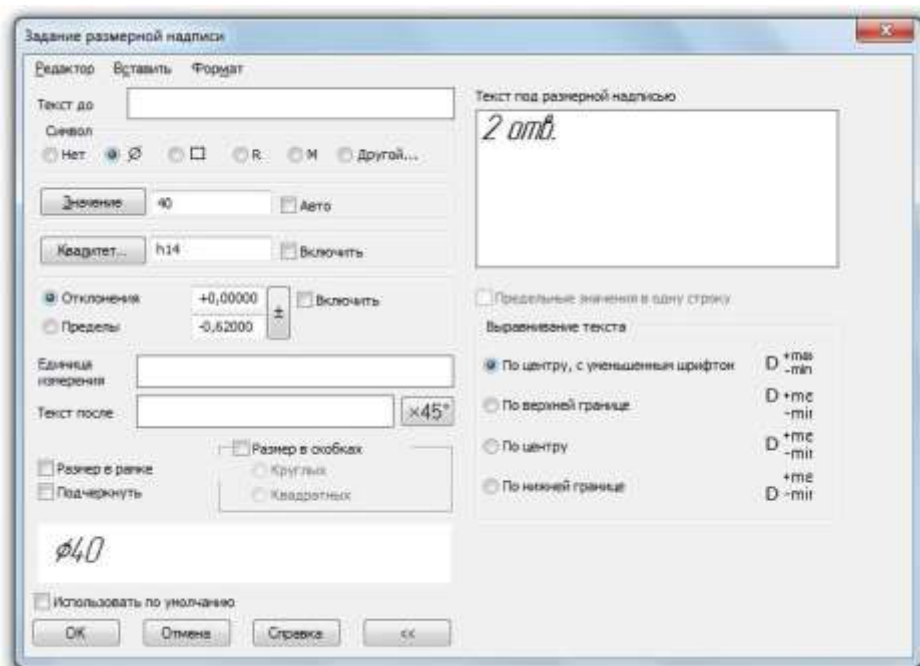

Рис. 4.19. Диалоговое окно Задание размерной надписи
- Введите в поле **Текст под основной надписью** текст «2 отв.» и подтвердите нажатием **ОК** (рис. 4.19).